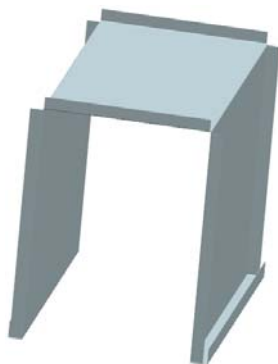

图 11-203 创建另一侧弯边
(9) 同理，在另一侧创建三个弯边，如图 11-203 所示。